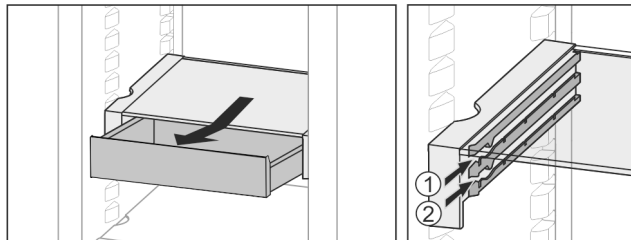

Fig. 34
- ▶ Вкарайте го на височина по избор Fig. 34 (1) или Fig. 34 (2).